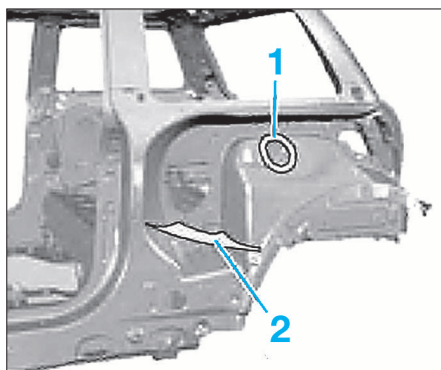

FIG. 23
- Nettoyer la zone (1) (Fig.23) des éventuels résidus de colle.